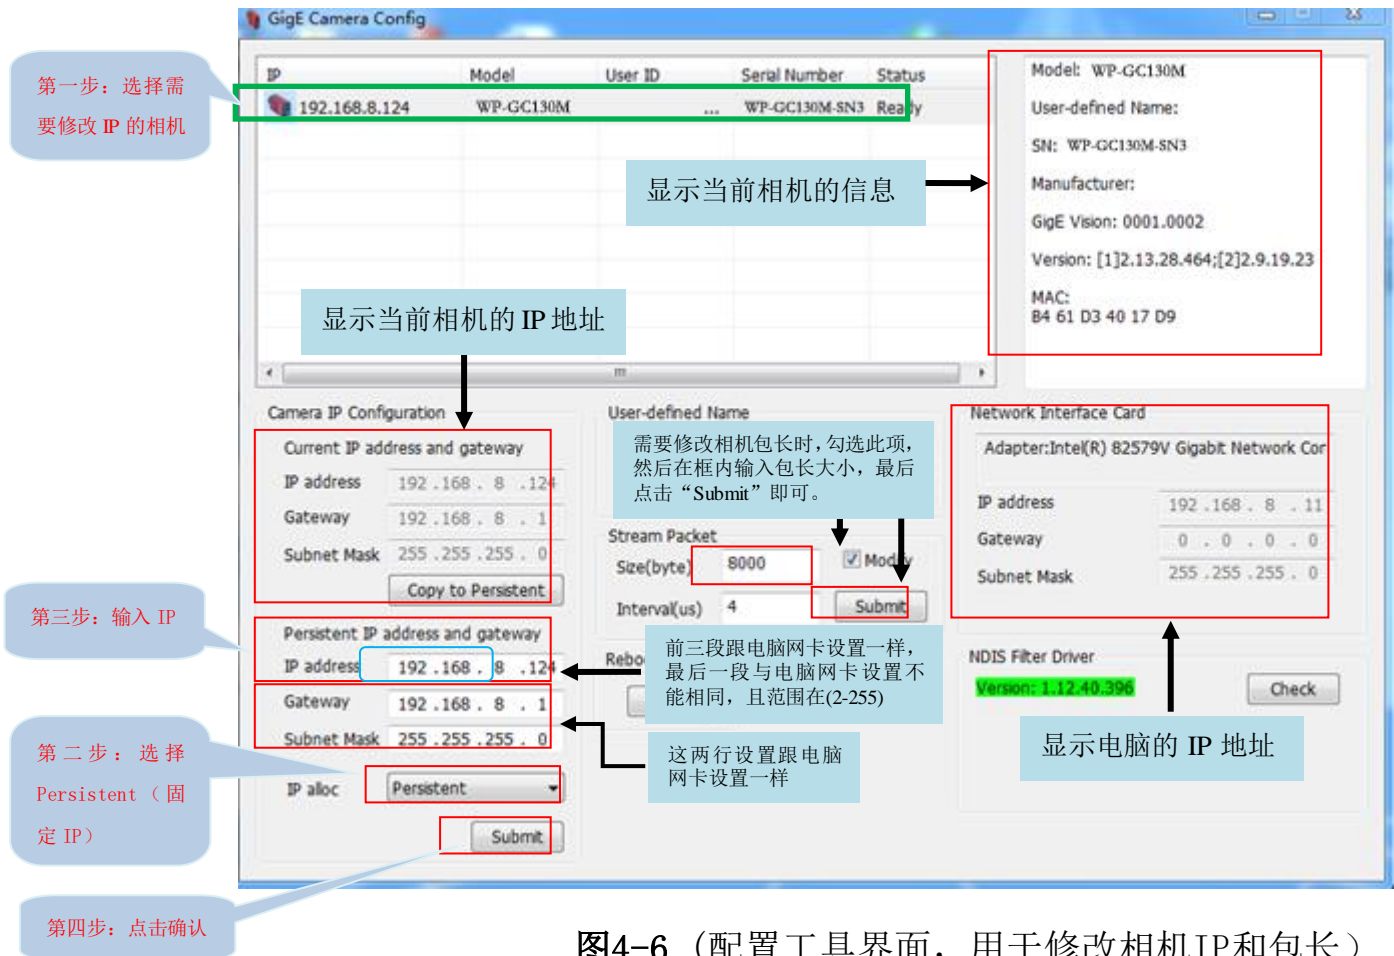

图4-6 (配置工具界面，用于修改相机IP和包长)
- 第一次安装驱动后，软件会自动弹出一个配置工具。如图 4-6 所示：